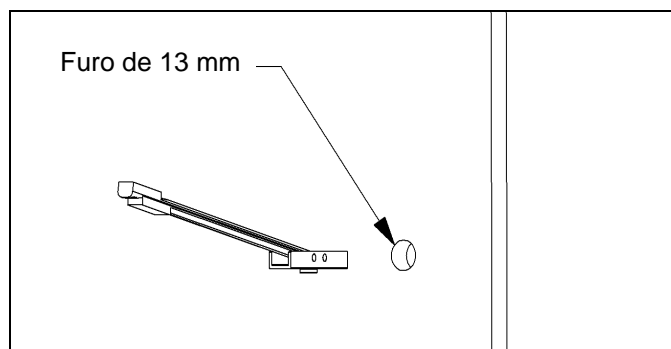

Figura 4.
1. Determine um local adequado para a montagem e coloque a placa de parede (10) no lugar (consulte "PEÇAS DA PLACA DE SUPORTE DE PAREDE", na página 3).
2. Faça um furo de 13 mm no local desejado, assegurando-se de que a parede tenha pelo menos 13 mm de espessura. Se a parede for feita com traves de metal, recomenda-se instalar a âncora através da dry wall e da trave de metal (consulte a figura 4).